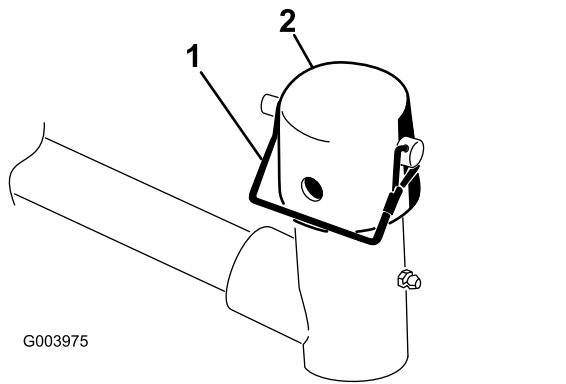

Bild 10
7. Nehmen Sie den Einraststift und die Kappe vom Gelenkjoch des Hubarms ab (**Bild 10**).
11. Befestigen Sie die Kappe und den Trägerrahmenschaft mit dem Einraststift am Hubarmjoch. Verwenden Sie den Schlitz, wenn Sie die Schneideinheit lenken möchten, oder das Loch, wenn Sie die Schneideinheit arretieren möchten (**Bild 10**).